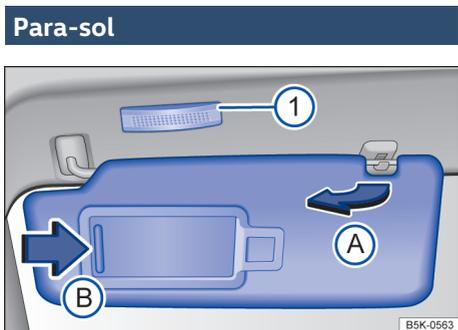

Fig. 81 Para-sol.
- Retirar o para-sol cuidadosamente do suporte segurando a base de fixação e virar na direção das portas → Fig. 81 (A).
No para-sol rebatido para baixo encontra-se um espelho de cortesia atrás de uma cobertura. Ao abrir a cobertura → Fig. 81 (B) uma lanterna se acende (1).